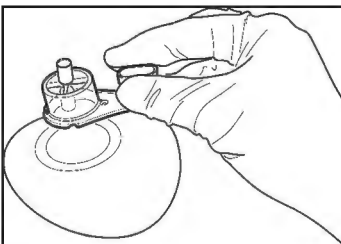

Abbildung 3
3. Halten Sie das ELD wie in Abbildung 3 dargestellt und platzieren Sie die Basis des ELD-Halters auf dem Gewebe des Patienten über dem implantierten Gewebeexpander.